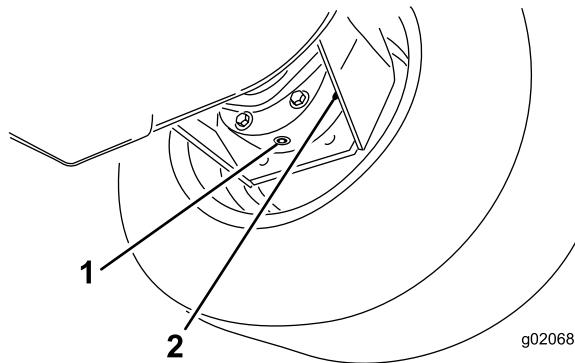

Bild 104
3. Stellen Sie eine Auffangwanne unter das Bremsgehäuse, entfernen Sie die Ablassschraube und lassen das Öl ablaufen (**Bild 104**).